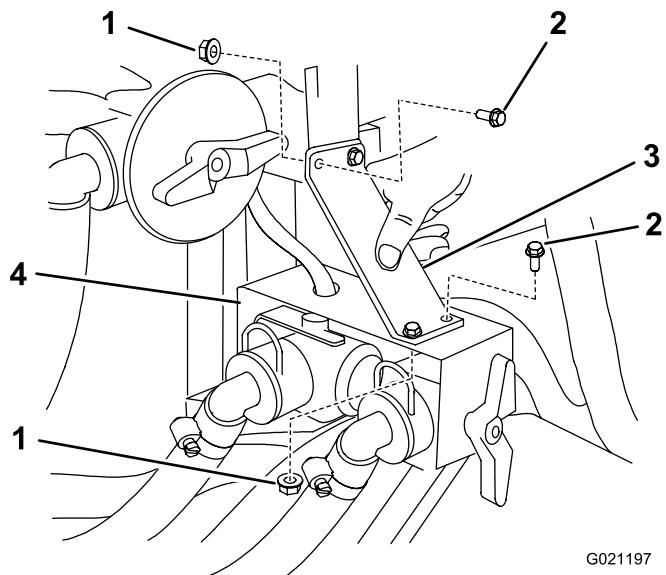

Figura 8
- En fumigadores Multi-Pro (Figura 8), instale el soporte usando 4 pernos con arandela prensada ($1/4 \times 3/4$ pulgada) y 4 tuercas con arandela prensada (1/4 pulgada).